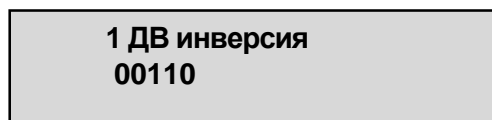

Рисунок 5.10 – Измененная битовая уставка
5) Для записи отредактированной битовой уставки необходимо нажать кнопку . На экране появится надпись (рисунок 5.10).